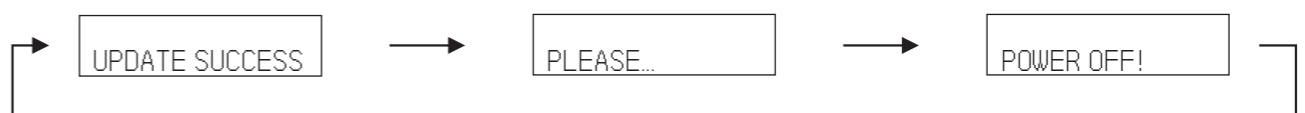

Fig. 3
5. When writing of the firmware is completed, "UPDATE SUCCESS", "PLEASE..." and "POWER OFF!" are displayed repeatedly. (Fig. 3)
5. ファームウェアの書き込み完了後、"UPDATE SUCCESS"、"PLEASE..."、"POWER OFF!" が繰り返し表示されます。 (Fig. 3)